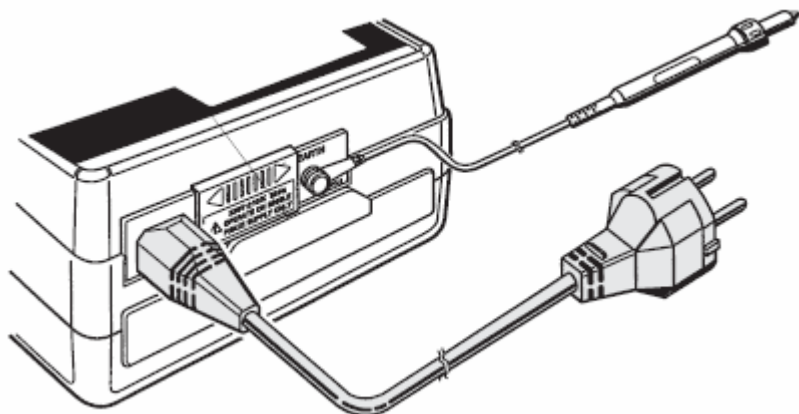
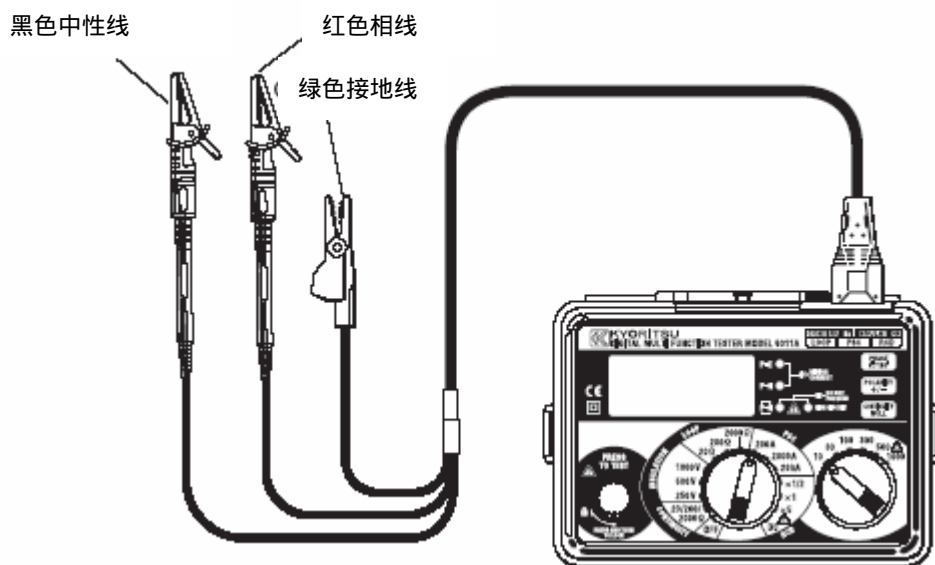

图 9
图 10
- 2. 测试线连接仪器的 IEC 插座上。（图 9）
4. 仪器与被测 RCD 连接，可使用合适的插座（图 9）或 OMA DIEC（MODEL7133）测试线（图 10）。